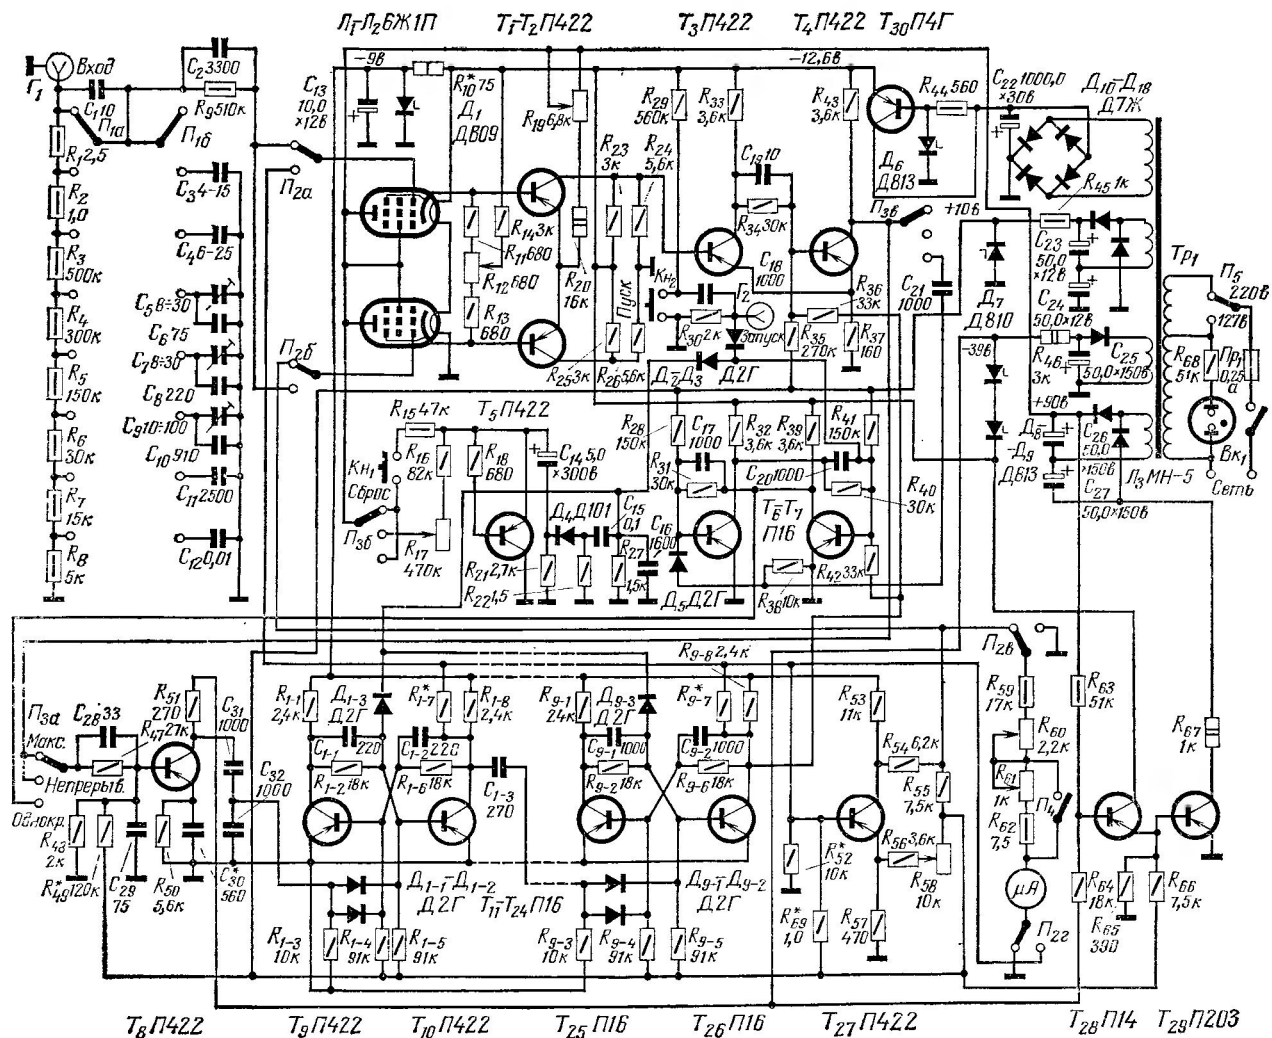

Рис. 2
**Принципиальная схема.** Принципиальная схема запоминающего вольтметра приведена на рис. 2. Измеряемое напряжение подается на вход дифференциального усилителя через частотно-компенсированный делитель напряжения  $R_1 - R_8, C_1, C_2 - C_{12}$ . Для изменения полярности измеряемого напряжения введен переключатель  $P_2$ .